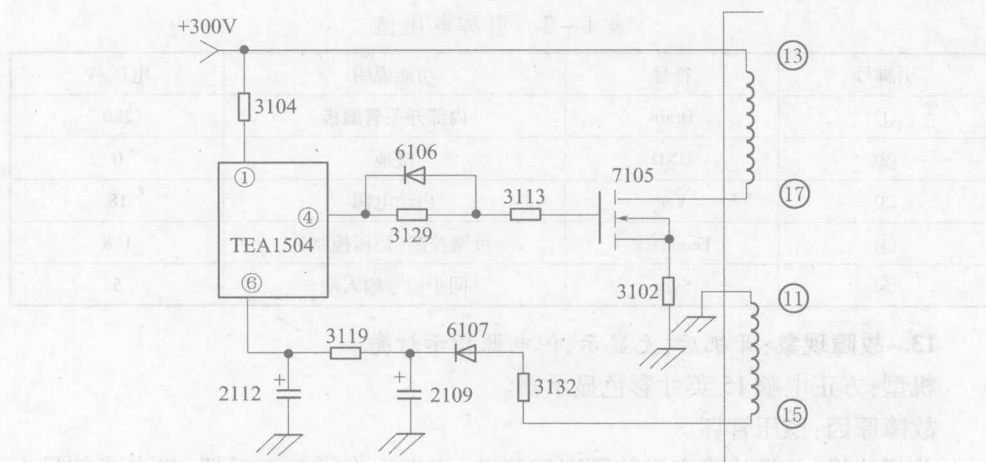

图 1-6 飞利浦 107P 彩色显示器开关电源相关电路
分析检修:判断故障出在电源部分,相关电路如图 1-6 所示。上电后, +300V 整流滤波电压加至开关场效应管 7105 漏极,另一路通过电阻 3104 加至主电源 PWM 控制集成块 TEA1504 ①脚启动端,并通过内部电源对⑥脚外围 2112 电容充电。当充至约 12V 时,集成块内部电路起振工作,④脚输出驱动电压加至开关管 7105 栅极。主电源起振后,开关变压器 5101 ⑪、⑮脚的感应电压经整流滤波得到 12V 续流供电电压送至⑥脚,以代替启动电压为 TEA1504 供电,从而保证开关电源的正常工作。